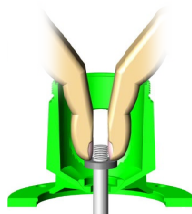

Figura 16 - Presione el Sello
2. Aplique una gota de jabón en líquido al exterior del empaque Buna-N que contiene el asiento del sello de cerámica. Usando la presión del pulgar, presione el asiento de cerámica, con la superficie pulida hacia arriba, justamente dentro de la cavidad del sello (vea la figura 16).